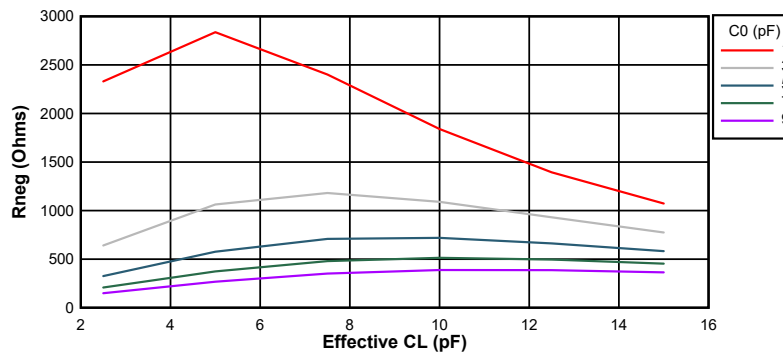
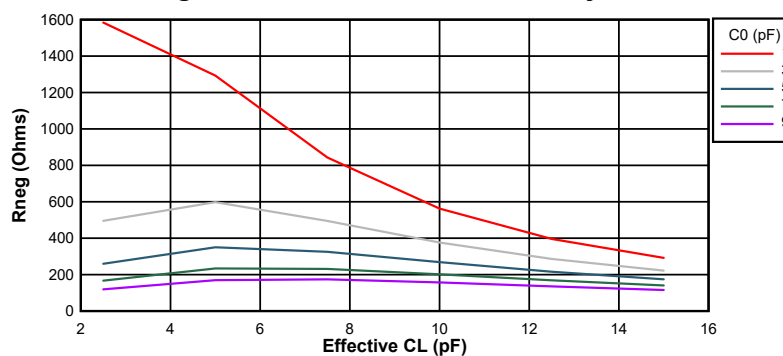

図 6-27. 10MHz 時の負性抵抗変動
図 6-28. 20MHz 時の負性抵抗変動
図 6-27 および 図 6-28 に、このデバイスの負性抵抗と水晶振動子間の関係の変動を示します。グラフからわかるように、水晶振動子の並列容量 (C0) と実効負荷容量 (CL) は電気発振回路の負性抵抗に大きな影響を及ぼします。これらは代表的なグラフであるため、設計上考慮すべき最小値および最大値については、表 6-5 を参照してください。